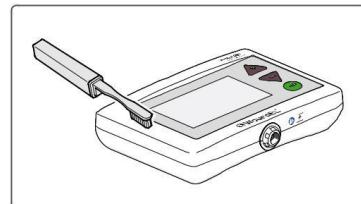

Figure 34. Détachez la saleté visible avec un outil approprié
2. Détachez avec précaution la saleté visible du dispositif WoundEL® et/ou des ports de connexion à l'aide d'un outil approprié (par exemple une brosse douce), voir *Figure 34*.